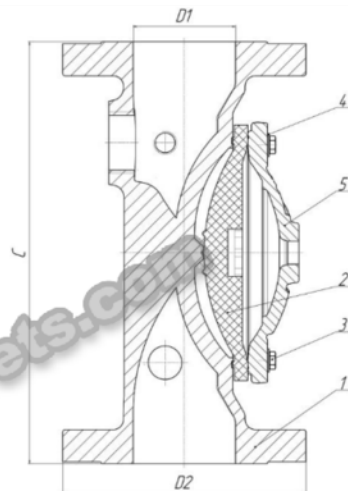

Рис. 1. Клапан сигнальный
2.2. Конструкция клапана приведена в таблице 2 и на рис. 1.
Основными частями клапана являются корпус, мембрана и крышка (рис. 1). Мембрана с крышкой образуют запорную камеру «ЗК», имеющую порт подключения «З» на крышке. Ребро корпуса в контакте с мембраной разделяет проточную часть на входную «В» и выходную «П» полости. Выходная полость имеет на корпусе порт «Д» для подключения дренажа и порт «С» для подключения сигнализатора. Клапан может находиться в дежурном (закрыт) и в рабочем (подача огнетушащего вещества) режимах. Постановка клапана в дежурный режим происходит при подаче жидкости под давлением в запорную камеру «ЗК», при этом мембрана прижимается к ребру корпуса 1 и перекрывает сообщение полостей «В» и «П». В рабочем режиме жидкость из запорной камеры сбрасывается через побудительное устройство (кран ручного пуска, электроклапан и т.п.) в дренаж. Давление в запорной камере становится меньше, чем во входной полости «В», в результате чего мембрана открывает проход жидкости в выходную полость «П» и далее в питающий трубопровод установки.